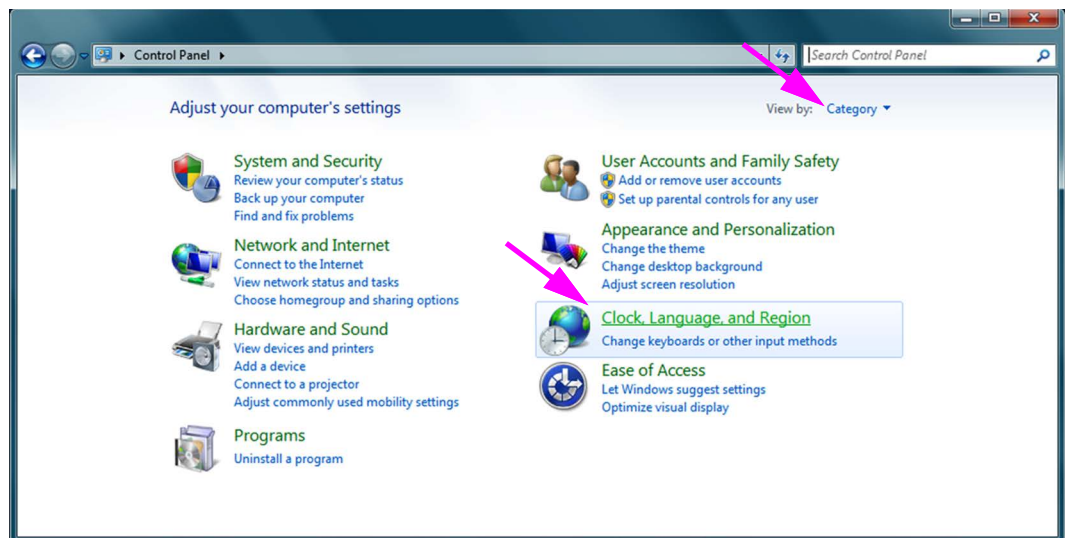

Abbildung C-1. Fenster „Control Panel“ (Systemsteuerung)
3. Öffnen Sie das Fenster „Control Panel (Systemsteuerung)“. Stellen Sie sicher, dass „View by:“ (Ansicht nach:) auf **Category (Kategorie)** eingestellt ist und klicken Sie anschließend auf **Clock, Language, and Region (Zeit, Sprache und Region)** (vgl. Abbildung C-1).